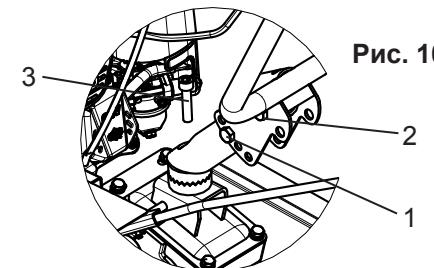

Рис. 10
- Для изменения угла наклона в вертикальной плоскости руля открутите один болт M10-6gx65 (рис. 10 поз. 1) и ослабьте затяжку второго болта (поз. 2), установите руль на нужный уровень высоты.